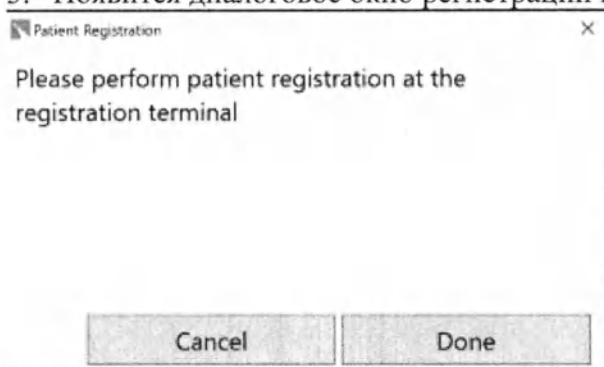

Рисунок 28. Всплывающее диалоговое окно регистрации пациента.
3. Появится диалоговое окно регистрации пациента (рисунок 28).